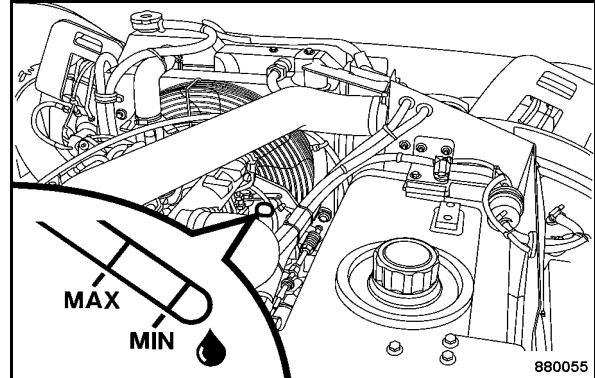

Fig. 138
- Vérifier une nouvelle fois l'étanchéité et le niveau d'huile à la jauge après une courte course d'essai (Fig. 138), si besoin rajouter de l'huile jusqu'au repère "MAX" de la jauge.